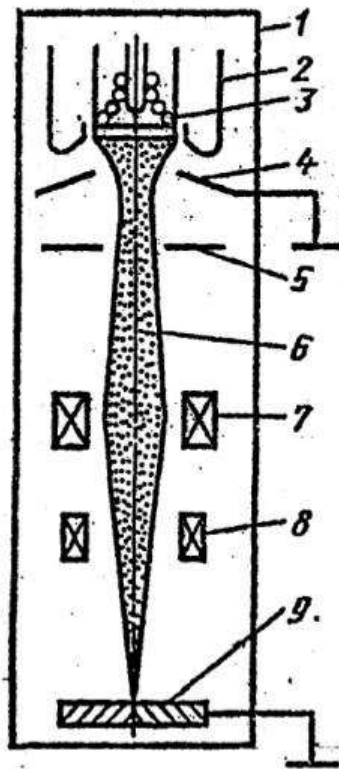

Рис. 2. Сварка электронным лучом: а – схема электронной пушки
4. Какова сущность электронно-лучевой обработки. Объяснить по рис.2 конструкцию и принцип действия электронно-лучевой пушки. Область применения.